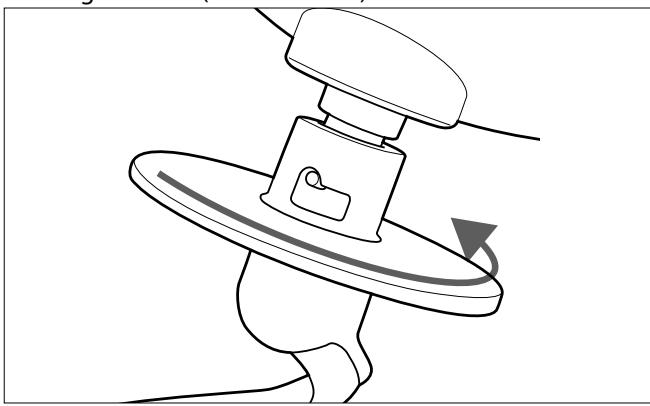

Abb. 10 – Rührwerkzeug sichern
- ▶ Drücken Sie das Rührwerkzeug nach oben und drehen es im Uhrzeigersinn, bis es einrastet. Ein Rührwerkzeug kann nur dann richtig eingesetzt und gedreht werden, wenn die Führungsnase in der entsprechenden Führungsnuß sitzt (siehe Abb. 10).